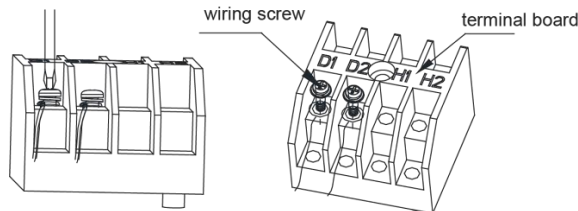

Рис.5.3.1
- 3) Подключите провод связи к клеммам D1 и D2 внутренней 4-битной монтажной платы, как показано на рис.5.3.1.